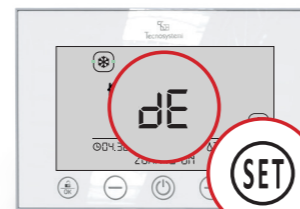

Fig. 12
5.4 Deumidificazione (+ "dE"). Con crono master sbloccato, entrare in modalità setting e mediante il tasto scegliere il simbolo (lampeggiante) + "dE" e confermare con il tasto . Questa impostazione prevede l'apertura al 100% di tutte le serrande presenti nel sistema per garantire alla macchina canalizzata di deumidificare in tutte le zone presenti nel sistema (Fig. 12). Nel caso in cui non si intenda utilizzare questa finzione in una o più zone del sistema, sarà possibile operare come di seguito indicato: